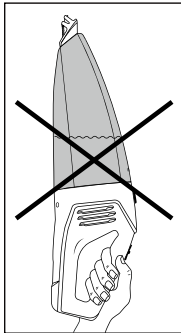

Fig. 4
- ▶ Hvis du bærer produktet vandret eller med vådmundstykket **1** opad, kan væsken løbe ud (se fig.4 og 5):